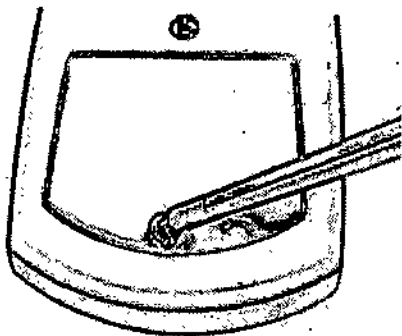

Fig.1
2. Con un destornillador quitar el tornillo de la tapa del portapilas ubicado en la parte posterior del equipo (Fig. 1).